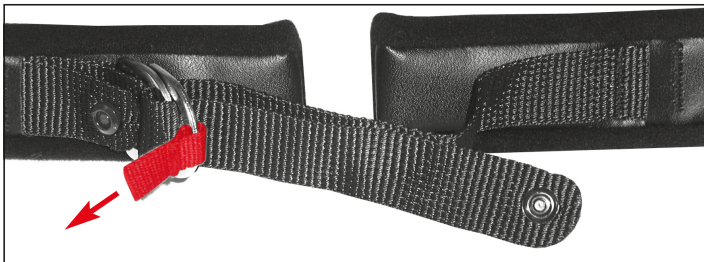

Fig. 3
- Trekk den røde klaffen for hurtig åpning til stroppen er helt løs, uten å trekke den ut av ringene (se Fig. 3).
- Trekk i den røde klaffen for hurtig til stroppen er helt løs, uten å trekke den ut fra ringene (se Fig. 3).
- Dra i den röda öppningssponten så mycket som behövs för att lossa på remmen utan att den dras ut ur ringarna (se Fig. 3).
- Træk i den røde strop, og løsn remmen helt, uden at tage den ud af ringene (se Fig. 3).